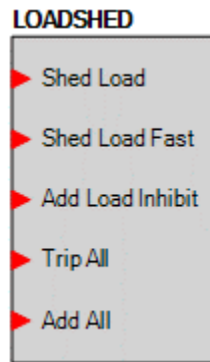

Figure 15-9. Élément logique LOADSHED
Lorsque l'entrée Délestage charge (LOADSHED) est vrai, les charges de priorité supérieure sont d'abord délestées ; leurs entrées logiques correspondantes (Figure 15-9) deviennent vraies. Une priorité de charge numérotée (0) est désactivée et exclue des fonctions d'ajout/délestage. La première charge est immédiatement délestée et les charges suivantes sont délestées après la temporisation de délestage. Les charges sont délestées une par une ; la temporisation de délestage doit s'écouler entre deux délestages.